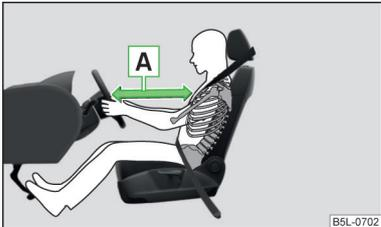

Abb. 8
- Für den Fahrer und Beifahrer ist es wichtig, einen Abstand von mindestens 25 cm zum Lenkrad bzw. zur Schalttafel einzuhalten » Abb. 8 - A. Wenn Sie diesen Abstand nicht einhalten, kann Sie das Airbag-System nicht schützen - Lebensgefahr! Außerdem müssen die Vordersitze immer der Körpergröße entsprechend richtig eingestellt sein.